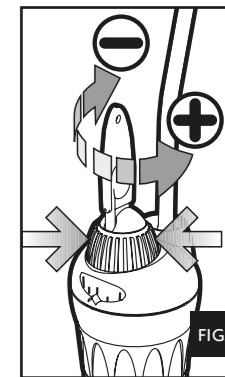

FIG. 6
- 7- Tenir le bouton de réglage principal (bleu) avec une main pour éviter à l'échelle de se déplacer de celle-là déjà fixée sur le point de repère et tourner le bouton de post-calibrage (orange) vers + si la valeur de la température que vous avez mesurée est plus basse de celle-là indiquée en correspondance du point de repère, ou vers - en cas la température mesurée est supérieure à celle indiquée par le point de repère (fig. 6). Le bouton de post-étalonnage peut être réglé sur 6 diverses positions, 3 vers le + et 3 vers le -. Chaque position correspond à peu près à 1°C. Si on a réglé le chauffe-eau sur une température de 24° et on mesure 22°C, il suffit de tourner le bouton de post-étalonnage 2 positions vers +.
- d. houd de blauwe draairegelaar vast op de ingestelde waarde en draai de oranje draaiknop tegen of + – afhankelijk van het gemeten temperatuur (afb. 6). In elk richting (+ en -) kan maximaal tot 3 graden worden afge. 6). In elk richting (+ en -) kan maximaal tot 3 graden worden aangepast. Dat kan in drie stappen van elk 1 graad Celsius. Er is een voelbare click bij het bereiken van elk stap. Is het thermostaat bij voorbeeld ingesteld op 24 graden en er worden maar 22 graden gemeten houd u de blauwe regelaar op 24 graden vast, terwijl u de oranje draaiknop om 2 posities tegen u draait. Een ijken kan alleen binnen een band van zes graden gebeuren, 3°C naar + en 3°C naar -. **PROBEER ER NOOIT VERDER DAN DREI STAPPEN IN EEN RICHTING TE DRAAIEN!**
- d. Mantenga el botón de regulación principal (azul) con una mano para evitar que a la escala que se desplace de la ya fijada en el punto que marca y gire el botón de post calibración (naranja) hacia + si el valor de la temperatura que ha medido es más baja que la que se indica en el punto de referencia, o hacia – en el caso en que la temperatura obtenida sea superior a la indicada en el punto de referencia (fig. 6). El botón post-calibración se puede regular sobre 6 posiciones diferentes, 3 hacia el + y 3 hacia el -. Cada posición corresponde más o menos a 1°C. Si el termocalentador se ha regulado sobre una temperatura de 24° y se ha obtenido una temperatura de 22°C, basta con girar el botón de post-calibración 2 posiciones hacia +.